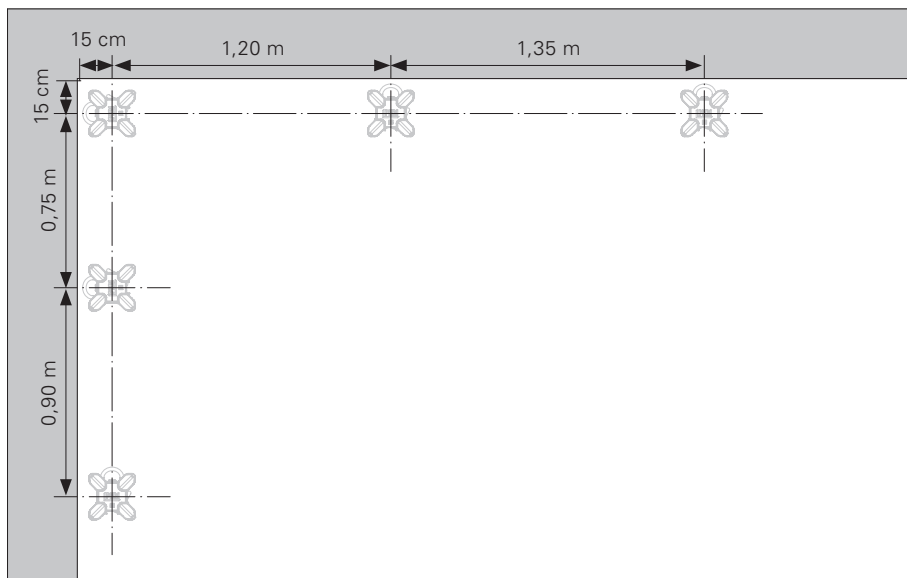

Fig. D2.12
2. Placer l'étau de dalle à tête d'étau DFH sous le côté long du panneau, voir le schéma des étais de dalle. (Fig. D2.12)